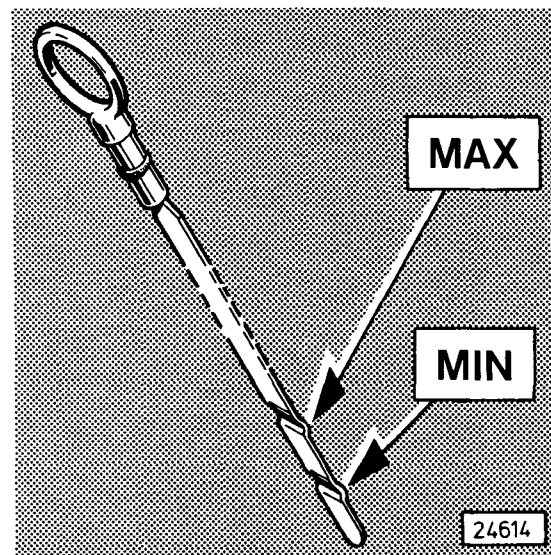

Fig. 15
2.2 Ölstand prüfen (Fig. 15) - siehe Seite 36 -